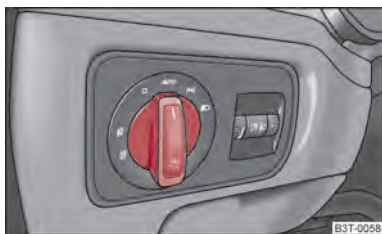

Abb. 35 Schalttafel: Lichtschalter
- Drehen Sie den Lichtschalter ⇒ Abb. 35 in Stellung **AUTO**.
– Drehen Sie den Lichtschalter ⇒ **Abb. 35** in Stellung **AUTO**.